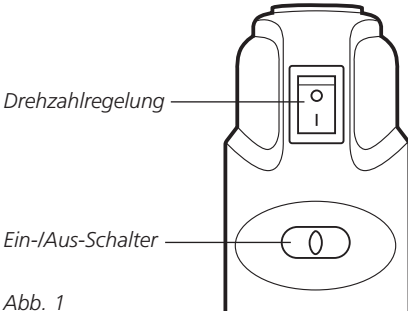

Abb. 1
3. Achten Sie darauf, dass sich der Drehzahlregelschalter in der äußerst linken Position befindet (siehe Abb. 1).